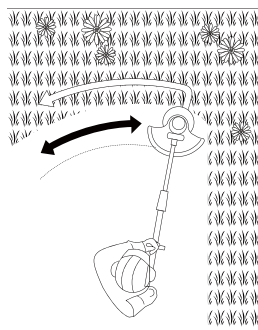

Fig.20
- > Passez l'appareil en mouvements lents et réguliers, en décrivant un arc de cercle de gauche à droite, et ramenez l'appareil à sa position de départ avant de passer à la zone suivante (Fig. 20).